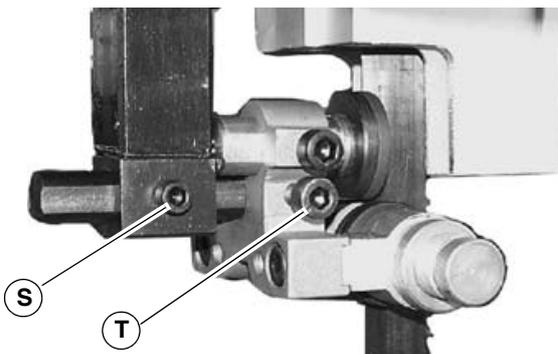

Abb. 23: Hintere Führungsblöcke
Schritt 2: Die Klemm-Mutter (Pos. Q, Abb. 23) lösen.
Schritt 3: Die Justierschraube (Pos. R, Abb. 23) gegen den Uhrzeigersinn drehen um die Führung zurück zu schieben. Dadurch kann das Sägeband entfernt oder das Bandführungsspiel eingestellt werden.